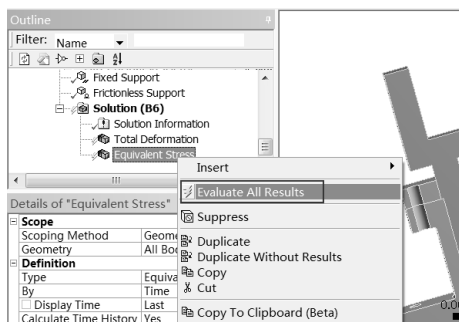

图 13-77 快捷菜单
Step3: 在 Outline (分析树) 中的 Solution (B6) 选项上右击, 在弹出的快捷菜单中选择 Evaluate All Results 命令, 如图 13-77 所示, 此时会弹出进度显示条, 表示正在求解, 当求解完成后进度条自动消失。